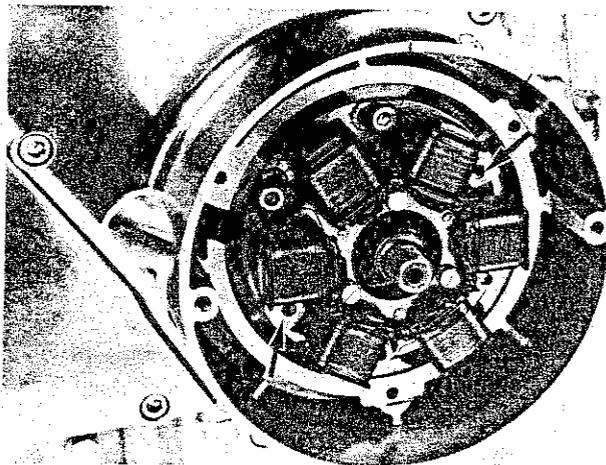

Fig. 160
- 5) Svitare le brugole di fissaggio e togliere la piastra statore (esistono due fori diametrali filettati da $\varnothing 4 \times 0.7$ in cui avvitare due bulloncini da usare come estrattori per il distacco della piastra) (Fig. 160).
- 5) Undo the securing Allen screws and remove the stator assembly. There are two 4×0.7 threaded holes on the stator plate in which can be screwed two bolts that act then as puller screws to aid plate removal (Fig. 160).